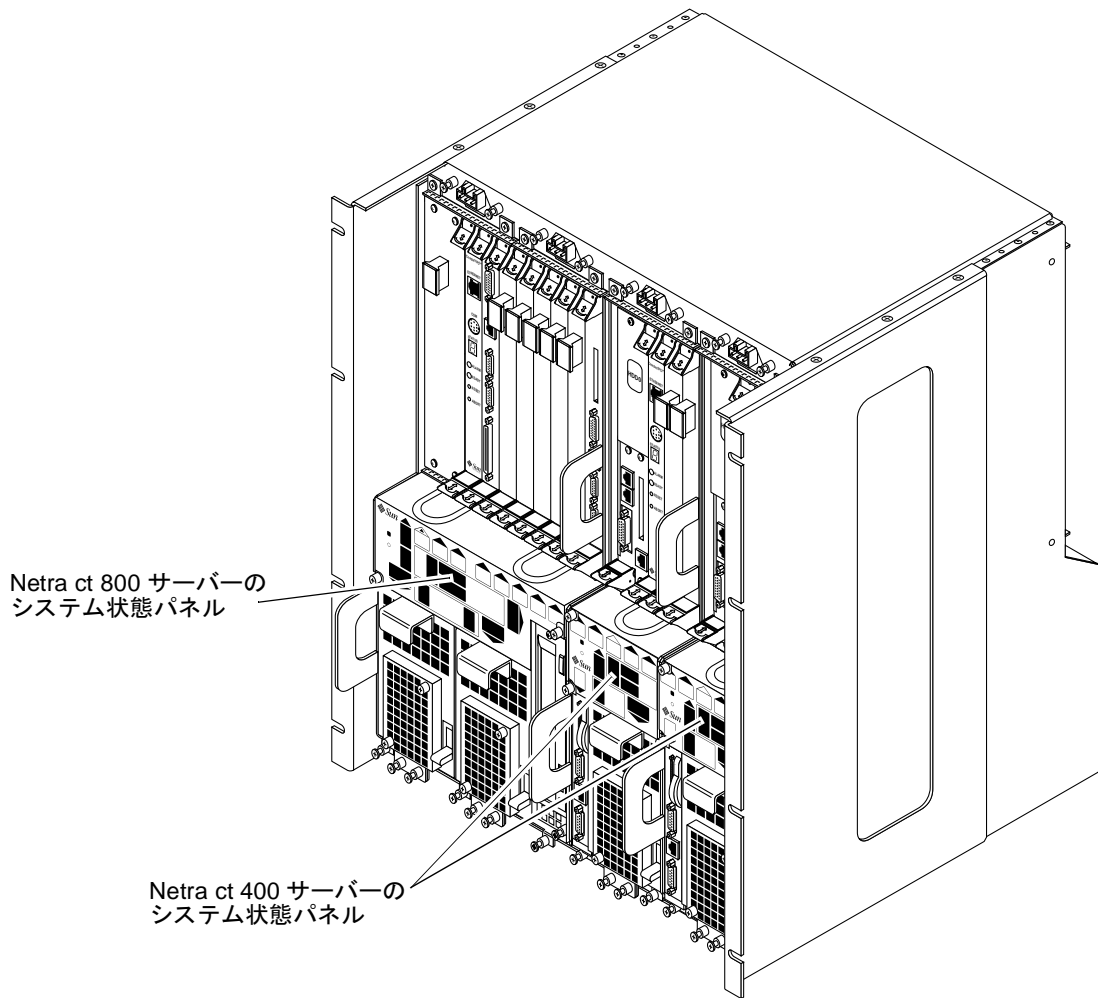

図 6-3 システム状態パネルの位置
Netra ct 800 サーバーと Netra ct 400 サーバーのシステム状態パネルの位置を図 6-3 に示します。
Netra ct 800 サーバーと Netra ct 400 サーバーでのシステム状態パネルの位置は、図 6-3 に示してあります。
5. Netra ct サーバーの前面側の、システム状態パネルの位置を確認します。(127 ページの図 6-3 を参照)。
Netra ct 800 サーバーと Netra ct 400 サーバーでのシステム状態パネルの位置は、図 6-3 に示されています。